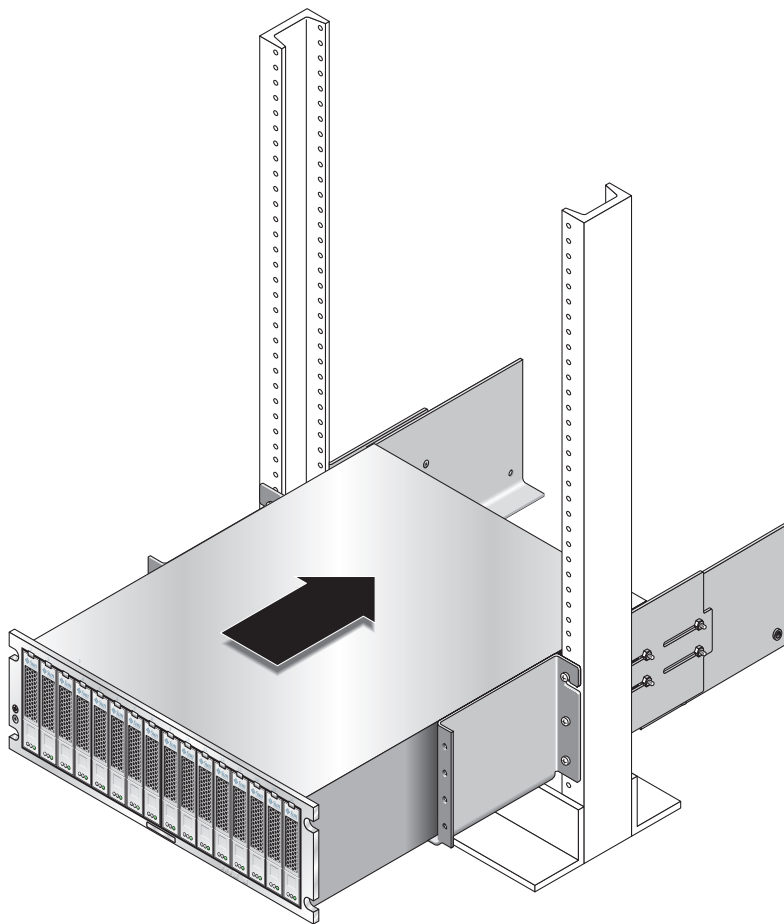

FIGURE C-6 Glissement du plateau dans le rack
3. Faites glisser doucement le plateau sur les rails de montage jusqu'à ce que le panneau avant du plateau touche les deux côtés de la bride du rail (voir FIGURE C-6).